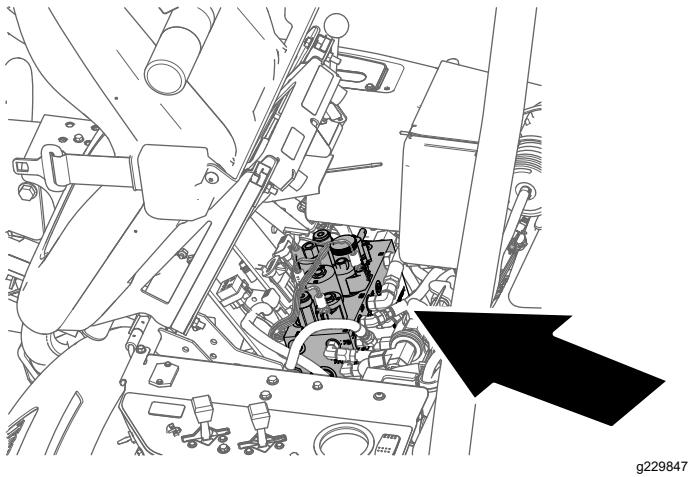

Figura 54
2. Inclinete in avanti il sedile dell'operatore e sostenetelo con l'asta di supporto (Figura 54).